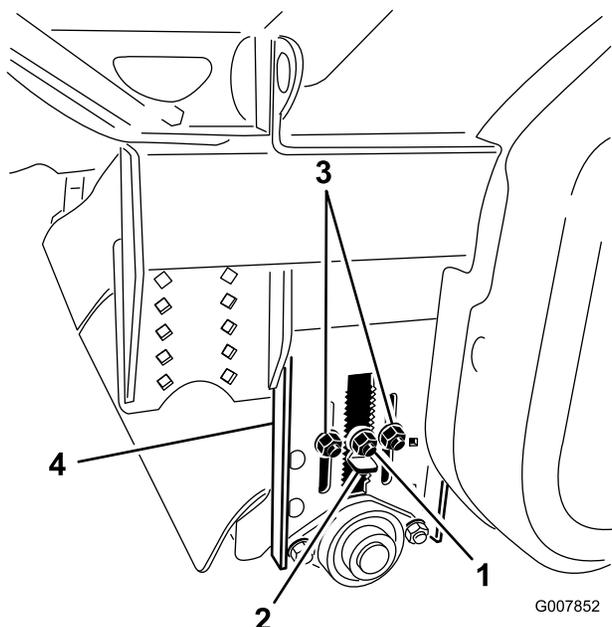

図 30
- コア・プロセッサの水平調整を行う前に、ピックアップ・ブラシと後ローラの高さが、正しい刈高に調整されていることを確認する（図 30）。